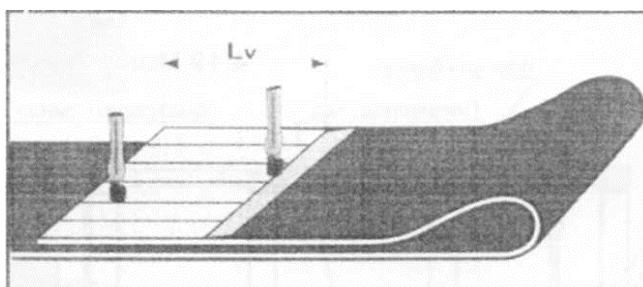

Рисунок 20 – Разделка ленты
► Спецножом для прорезания тканевых прокладок прорезать первый слой тканевой прокладки на расстоянии L_v от торца ленты и полосками, параллельными краям ленты. Затем удалить тканевую прокладку, начиная данную операцию при помощи слоеподъемника для отсоединения слоев, а затем продолжить при помощи клещей вручную, или с использованием специальных самозажимных клещей, применяя грузоподъемные механизмы (лебедка, тельфер и т.д.) (Рисунок 20).